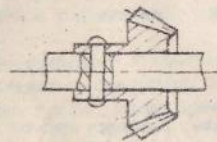

Рис.11
9.4.2. Механизмы подъема-опускания рабочего элемента защищены срезными штифтами. (рис.11)